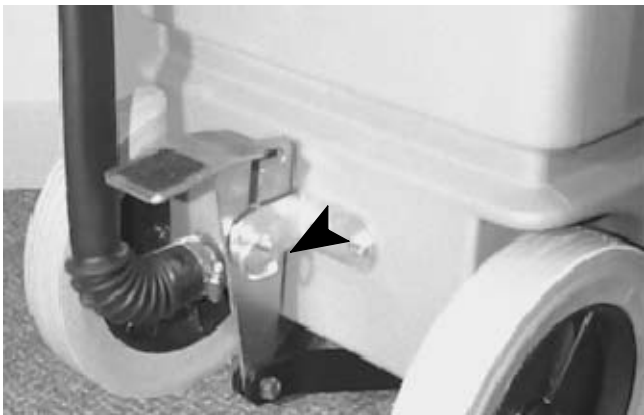

図 4
9. ペダルを本体後部の2つのL字型取り付けアームの間に差し込み、クレビスピンを挿入して、ヘアピンでしっかり固定します。(図4)